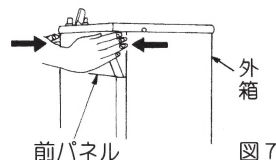

図7
- 1 前パネルの爪を外箱の角穴に合せ両側面を内側に押します。（図7）